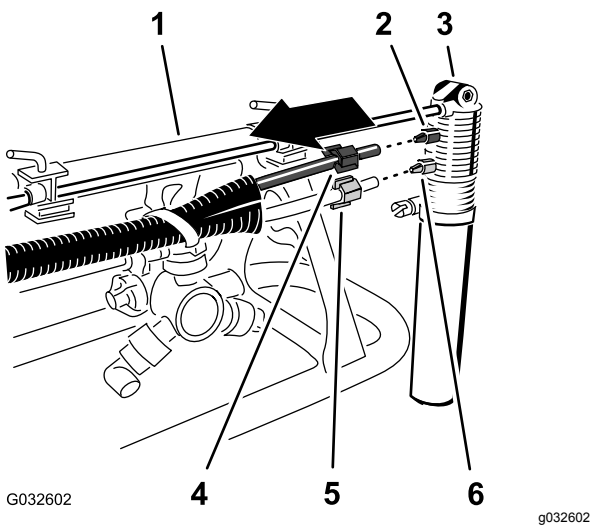

Figura 21
2. En el marcador de espuma, afloje la tuerca de compresión que sujeta el tubo azul (agua) al acoplamiento de compresión azul de la boquilla del marcador de espuma (Figura 21).
- Afloje la tuerca de compresión que sujeta el tubo transparente (aire) al acoplamiento de compresión blanco de la boquilla del marcador de espuma (Figura 21).
- Retire las tuercas de compresión de los extremos de los tubos (Figura 21).